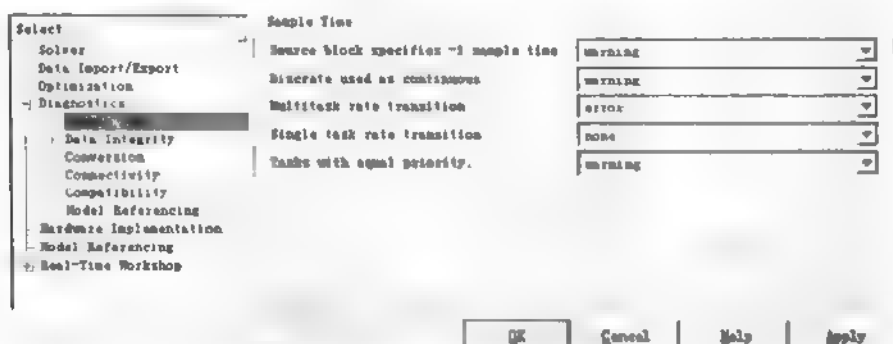

图 3.8 设置 Sample Time 参数
2) **Sample Time:** 当 Simulink 检测到与模型样本时间相关的编辑错误时, 这个控制组可以设置诊断措施, 如图 3.8 所示。